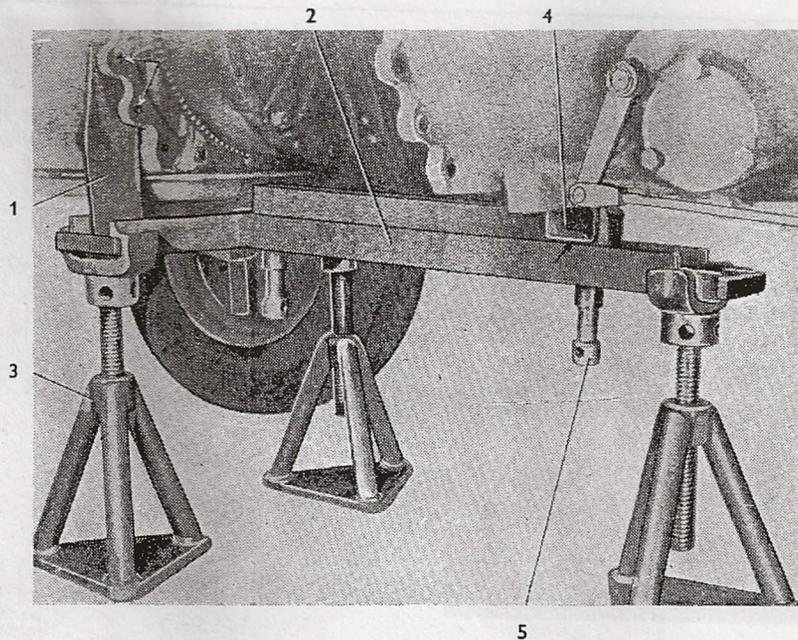

Fig. 51
7. Dévisser sur chaque côté du carter moteur deux vis M 12X35 serrant le carter moteur contre la boîte de vitesses et visser à l'aide de ces vis sur la face extérieure de la bride du carter moteur les pattes (fig. 51/1).
8. A l'endroit de réunion du carter moteur avec la boîte de vitesses caler le tracteur au moyen du montage (fig. 51/2) étayé par trois crics (fig. 51/3). Mettre le support sur les pattes et engager dans rouleau (fig. 51/4) la saillie venue de se trouvant sur la partie inférieure de la boîte de vitesses.
Avis: A la réunion il est indispensable de respecter la coaxialité des arbres et des disques d'embrayage. Cette position est assurée à l'aide de deux vis de réglage (fig. 51/5) prévues sur le support. Les disques d'embrayage doivent se trouver aussi dans l'axe du volant moteur.